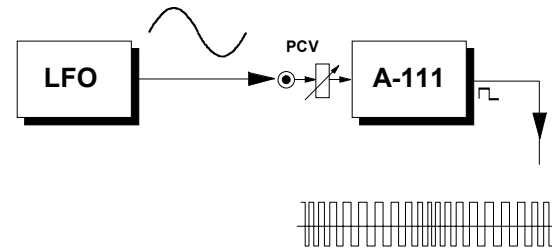

Abb. 15: Modulation der Pulsweite mit LFO
⑥ PCV
Am **Steuerspannungs-Eingang** ⑥ führen Sie das Signal zur Steuerung der **Pulsweite** der vom VCO generierten Pulsweite zu. Der Pegel der zugeführten Steuerspannung ist mit dem Abschwächer ⑥ einstellbar. Abb. 15 zeigt die Pulsweiten-Modulation mit einem LFO.